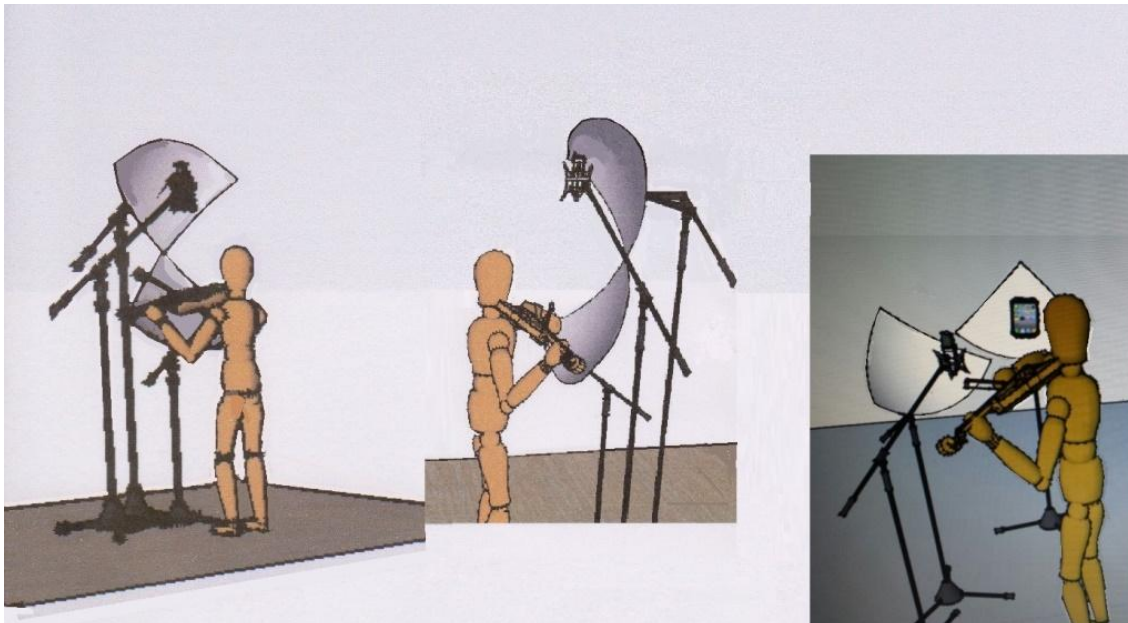
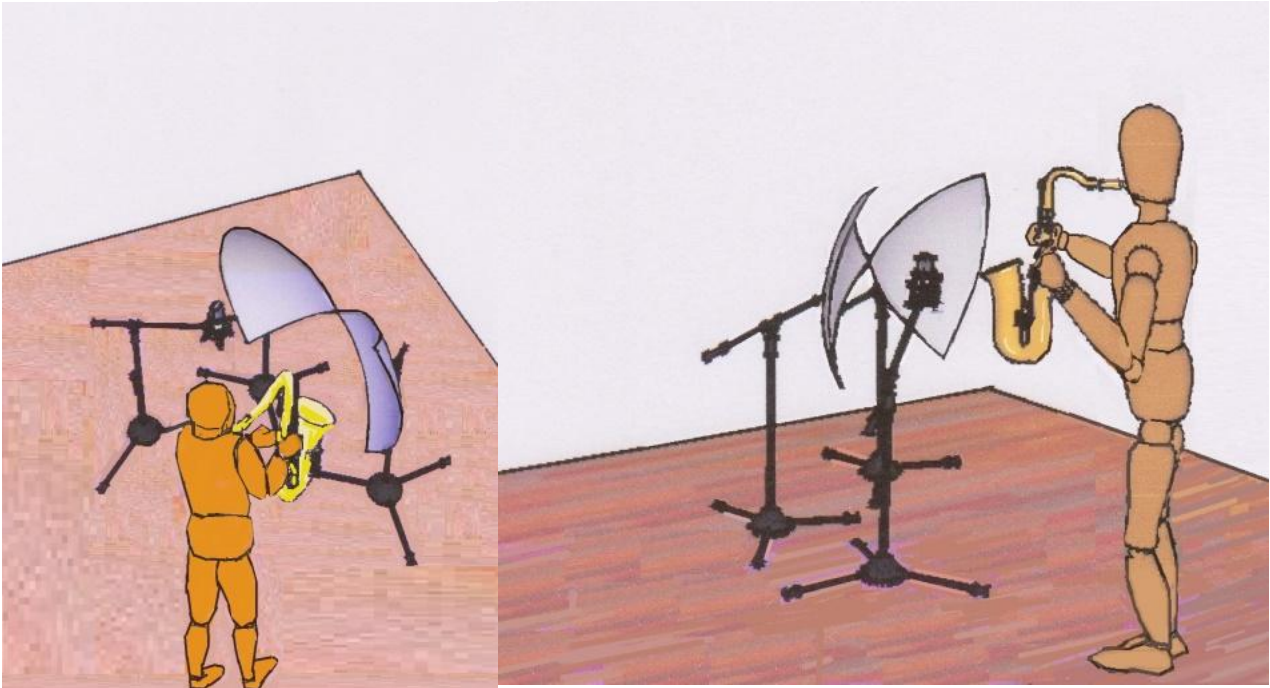

Fig. 4
Fig. 5
3. Per il violino, o strumenti simili che prevedono un certo movimento dell'artista, affinché le sonorità vengano raccolte e amplificate da un microfono, è preferibile sistemare due Binel o in orizzontale, o in verticale, con la accortezza speciale di posizionare i due Binel a formare in estemo uno spicchio di curvatura continua, mettendo lo strumento sul fuoco ovoidale del primo Binel, mentre sul fuoco ovoidale del secondo Binel si mette il microfono, mono o stereo. **(Fig. 4)** Questo posizionamento modifica leggermente la forma ovoidale dei due fuochi acustici che tendono a diventare sferici ma sempre di buone dimensioni. In tal modo si consente la trasmissione del suono direttamente da un fuoco all'altro in simultanea.
4. Per gli strumenti in cui il punto di emissione è molto distante dalle vostre orecchie - più di 40 cm -, come la tromba, il saxofono, il violoncello, il contrabbasso, ecc., occorrono sempre 2 Binel accuratamente posizionati a formare in estemo una curva continua **(Fig. 5)**, e come già visto nella Fig. 4.